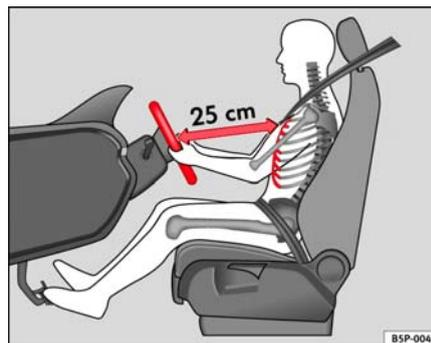

Fig. 129 Posición correcta del conductor
- Ajuste el volante hasta alcanzar la posición deseada ⇒ fig. 129.
- Ajuste el asiento del conductor o el volante de modo que quede una distancia mínima de 25 cm entre el volante y el tórax ⇒ **página 159, fig. 129**. ¡Si no respeta la distancia mínima, el airbag no le protegerá adecuadamente y corre peligro de muerte!